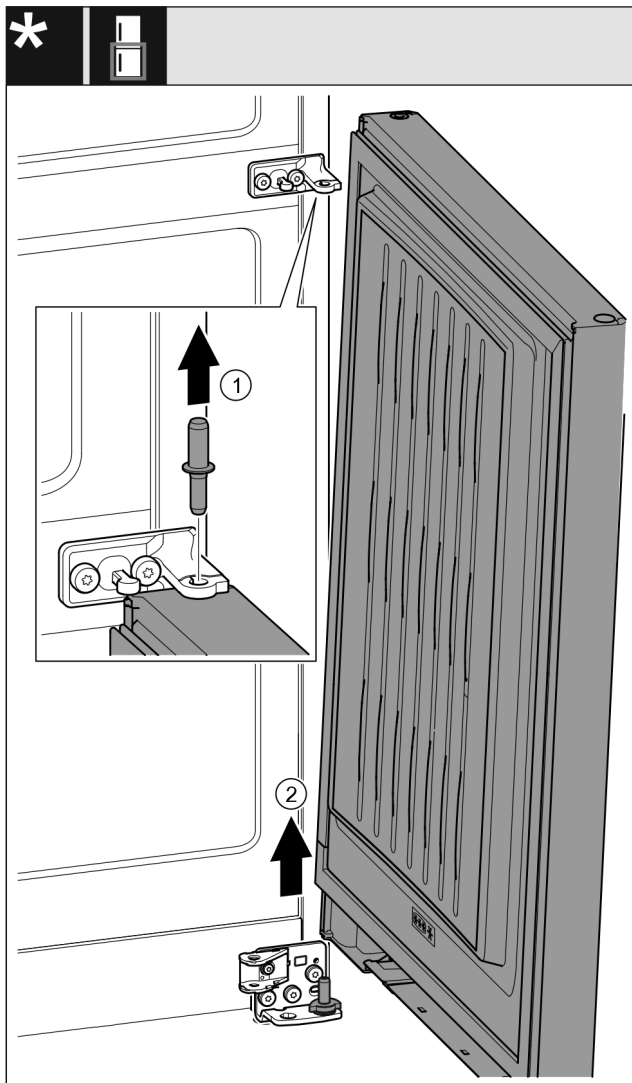

Fig. 29 С амортизатором закрывания двери*
- ▶ Извлеките палец Fig. 29 (1) движением вверх.*
- ▶ Отведите дверь Fig. 29 (2) в сторону, потяните вверх и оставьте ее.*